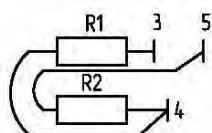

Рисунок 9-Назначение клемм пульта управления (IR03)
- Подключить пятижильный кабель к пульту управления в соответствии с цветовой или цифровой маркировкой проводов кабеля управления и клеммной колодки пульта (рисунок 9);